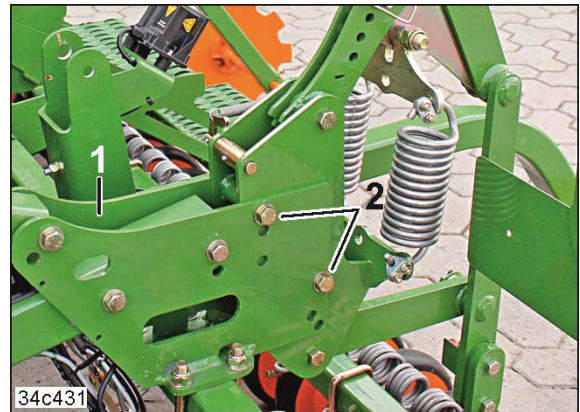

图 236
支架 (图 236/1) 用于将精耕耙和轧滚耙旋紧固定。
- 用2个螺栓 (图 236/2) 固定轧滚耙。